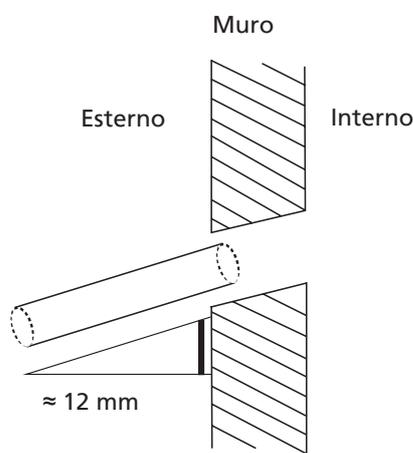

Fig. 6.5
3. Realizzare il foro nella parete usando una punta da 65 mm. Il foro dovrà avere una leggera inclinazione, in modo che l'estremità esterna sia più in basso di quella interna di circa 12 mm. Questo faciliterà lo scarico dell'acqua (Fig. 6.5). Inserire nel muro il manicotto protettivo, che proteggerà i bordi del foro e migliorerà la tenuta al termine dell'installazione.